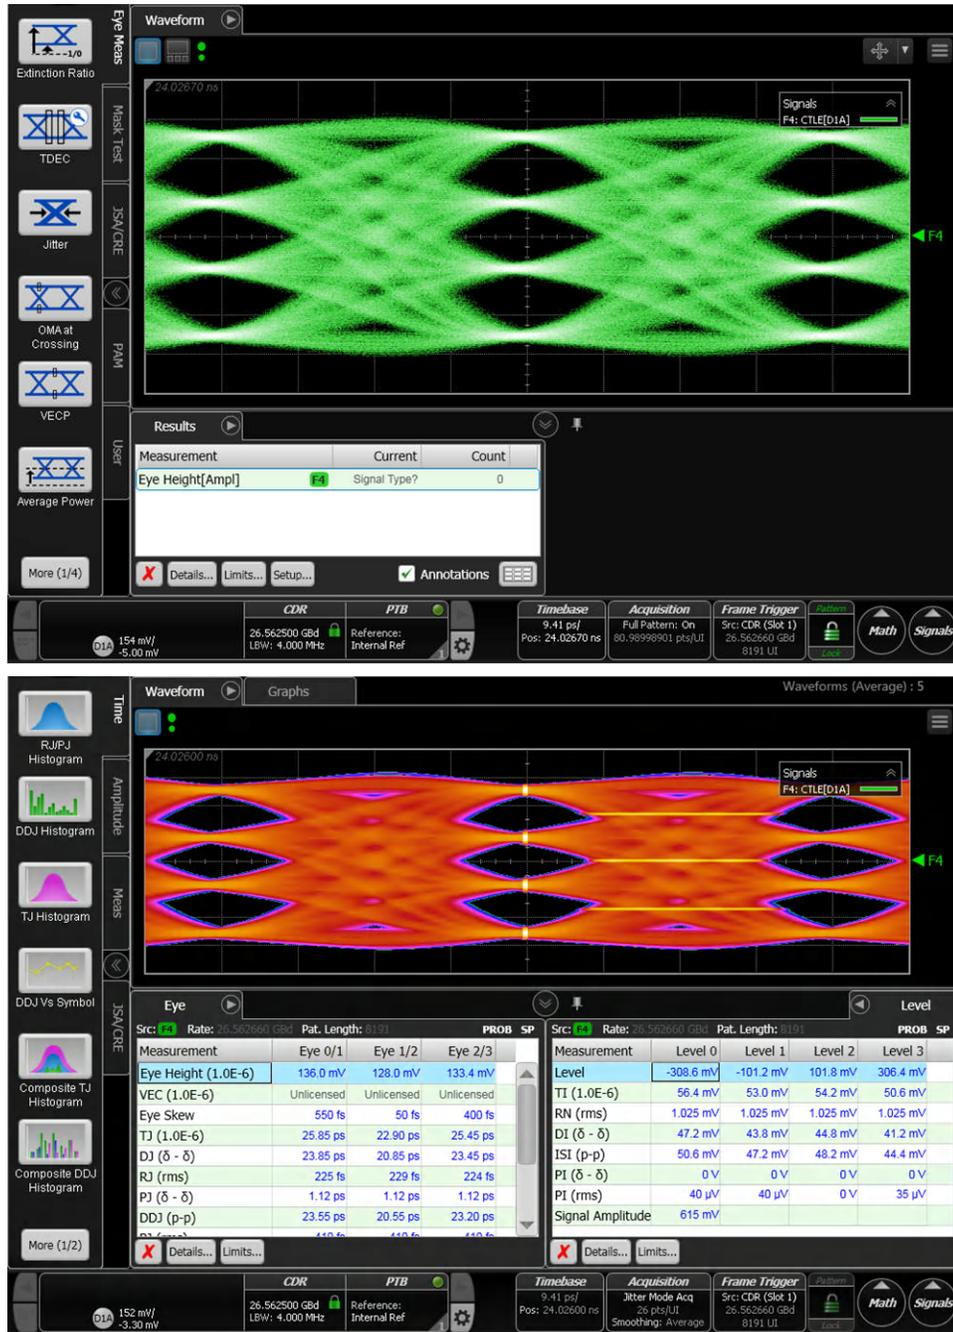

图 3-3. TX 输出眼图和抖动测量结果
11. 使用 `usefulFunctions.py` 的“更改 TX-FFE”代码块，在目视检查输出眼图的同时调整 FFE 抽头，从而优化性能。对于图 3-3 中显示的结果，使用了 `pre=2` 和 `post=4` 的设置。
按照节 3.3 中概述的过程在 TIDA-060043 电路板上执行了 TX 输出眼图测试。图 3-3 展示了得到的输出眼图和抖动测量结果。